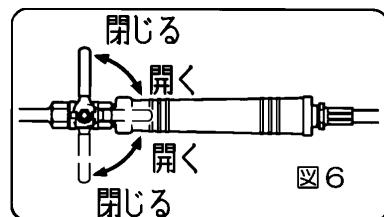

図6
- ①ボールコックを閉じ、キャップ（ドレン用）が閉まっていることを確かめてください。(図 6)
- ②薬液は必ず薬剤メーカーの取扱説明書に従い、決められた倍率に調合し、よくかき混ぜて溶かしてからヤクザイタンクに入れてください。
- ③ヤクザイタンクに薬液をいれる時は、必ず付属のコシアミを通してください。